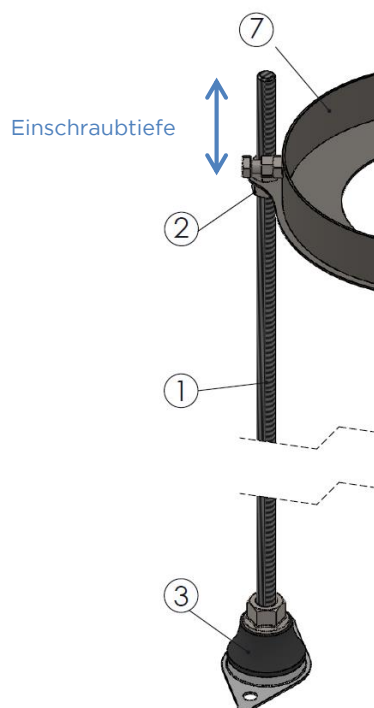

Abbildung 3: Einschraubtiefe
2. Mit drei der mitgelieferten Sechskantmutter (2) werden entsprechend Abbildung 3 auf die Gewindestangen (1) aufgeschraubt. Durch diese Sechskantmutter (2) wird die gewünschte Höhe des Schalldämpfers voreingestellt.
Als Anhaltswerte für die Einschraubtiefe ist ein Wert von 400 bis 500 mm anzusetzen. (siehe Abbildung 3)